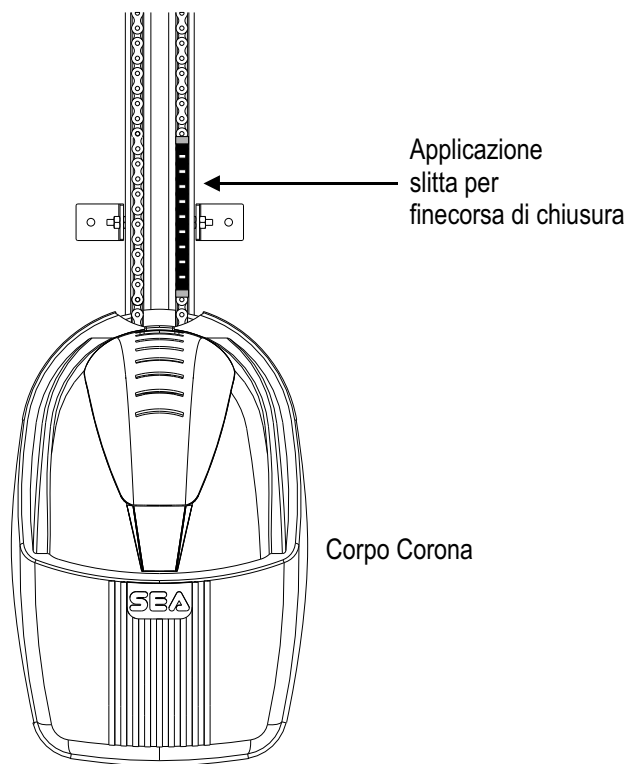

Fig. 18b
- Fissare la slitta finecorsa (Fig. 17) il più vicino possibile al corpo del Corona vicino alla rotella dello switch come in Fig. 18b